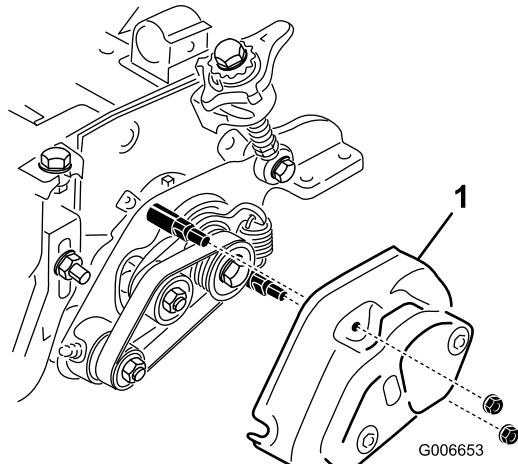

図 18
27. グルーマカバーを取り付けてフランジナット 5/16インチ2個で固定する図 18。